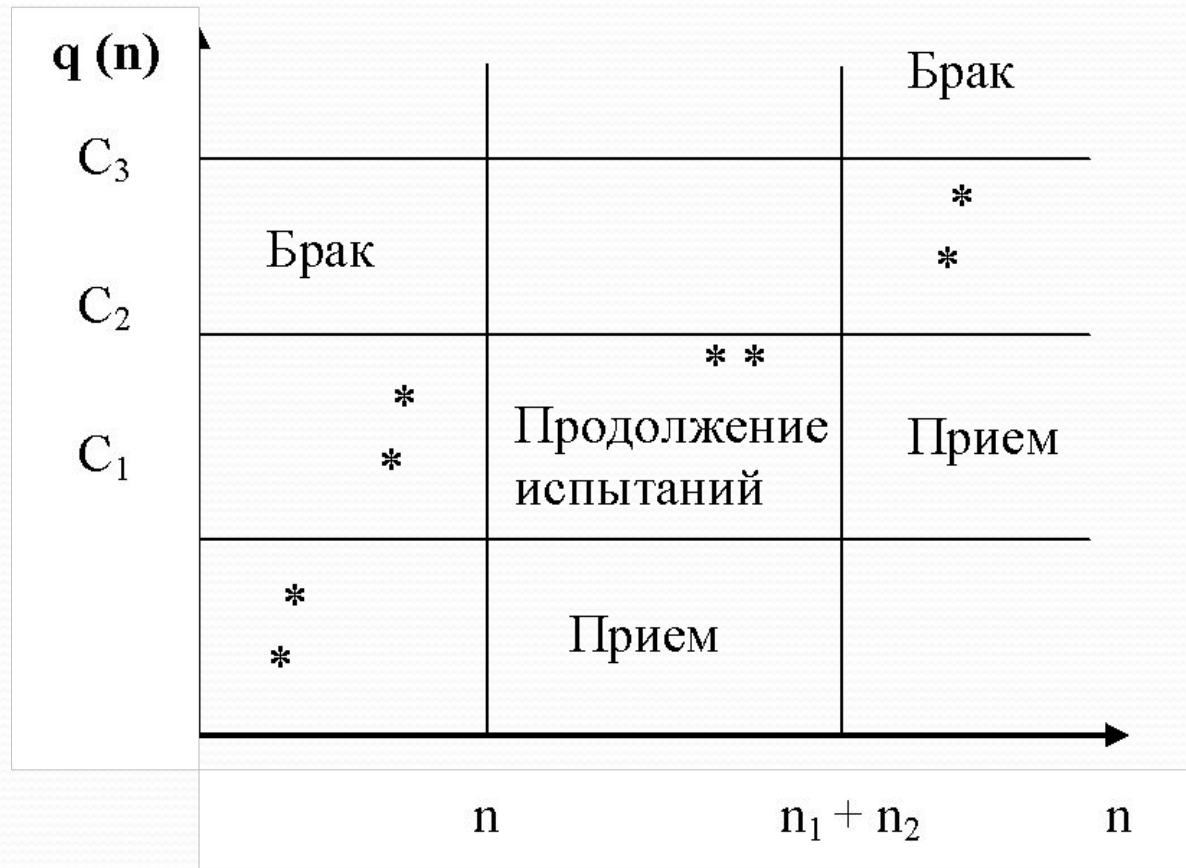

Рисунок 1 – Диаграмма плана двухступенчатого контроля (случай пригодности партии продукции после второй выборки)
- **Двухступенчатый контроль (СПК)** характеризуется тем, что решение относительно приемки партии продукции принимают по результатам контроля не более двух выборок и проб причем необходимость второй выборки или пробы зависит от результатов контроля первой выборки или пробы (рис.1)